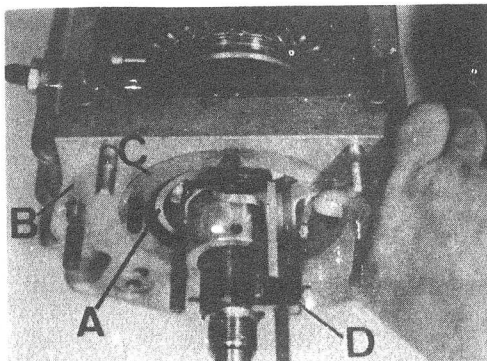
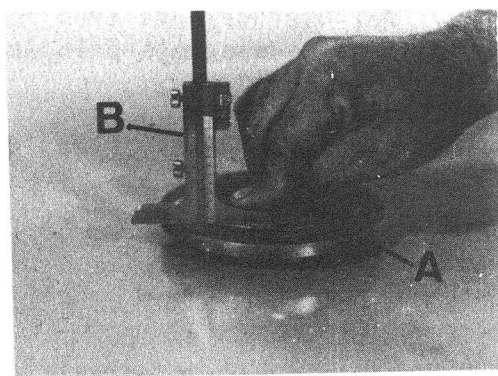

Fig. C1-99 Cálculo arandelas ajuste
Fig. C1-100 Cálculo arandelas ajuste
- 3.4.1. Medir la profundidad de la pista exterior del rodamiento, A (Fig. C1-99) con relación el plano del cárter, B, donde se acoplará la tapa porta-retén, teniendo en cuenta que la junta, C, tiene que estar superpuesta.
- 3.4.2. Medir la altura del resalte de la tapa, A (Fig. C1-100) el cual mantiene el rodamiento en posición.
- 3.4.3. La diferencia entre la medida obtenida sobre el rodamiento, A (Fig. C1-99) y la obtenida en el resalte de la tapa, A (Fig. C1-100), será el espesor de arandelas de ajuste necesarias para proceder al montaje de la tapa, si bien se puede aumentar el espesor de arandelas, 0,10 mm que es el apriete máximo permitido, que puede llevar este rodamiento.